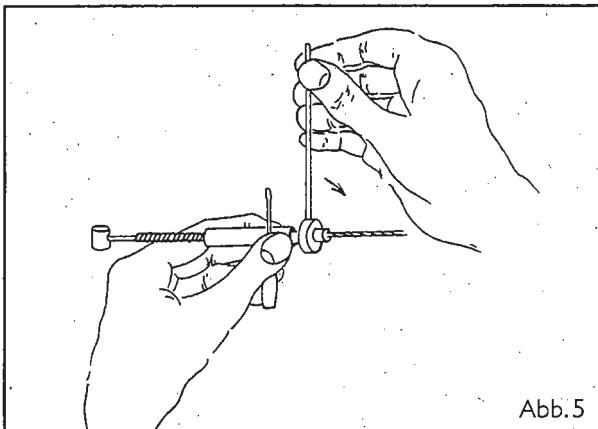

Abb. 5
1. Fädeln Sie das Seil durch Überwurfmutter und Spannzange, bis es bündig mit dem Ende der Spannzange abschließt (achten Sie auf die korrekte Position der Spannzange!). Nehmen Sie das Spannschloß mit Spannschraube aus der Wandbefestigung und stecken Sie die Spannzange mit dem Seil in das Spannschloß. Drehen Sie mit der Hand die Überwurfmutter so weit wie möglich auf das Spannschloß. Arretieren Sie das Spannschloß mit dem Schraubendreher und ziehen Sie die Überwurfmutter mit dem Stahlstift fest an; dadurch schließt sich die Spannzange fest um das Seil (Abb. 5).